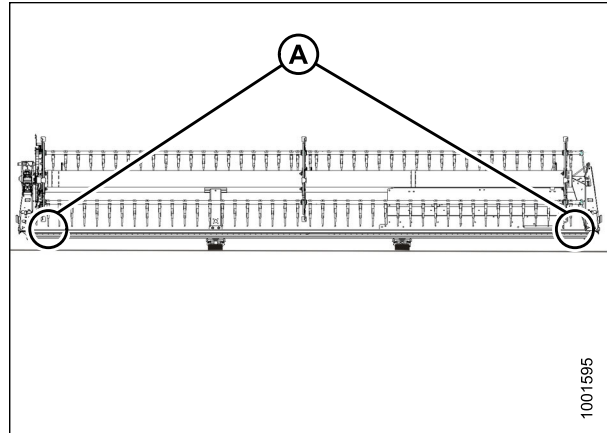

Рисунок 4.262: Расположение точек замера на гибкой жатке FlexDraper® — одинарное мотовило
- Жатки с одинарным мотовилом: Рис. 4.262, страница 742